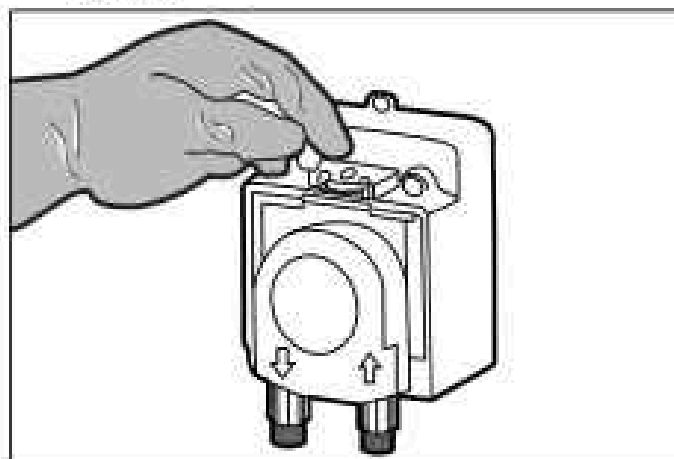

Figura 17. Destrabe el pestillo de la tapa
2. Extraiga el tornillo de seguridad Phillips del pestillo. Deslice la lengüeta vertical 180 grados de izquierda a derecha para desbloquear el pestillo de la tapa. Consulte la Figura 17.